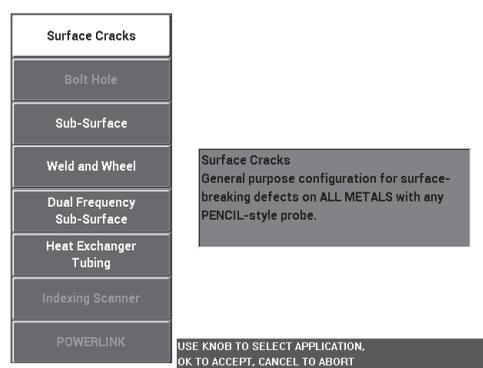

Figura 5-2 L'applicazione Cricche superficiali
2. Per aprire il menu di selezione dell'applicazione, premere una volta il tasto di menu ADV SETUP (), ed in seguito il tasto di funzione A (**SELEZ. APP.**). Selezionare **Cricche superficiali** con la manopola (SmartKnob) ed in seguito premere ✓ per confermare (vedere Figura 5-2 a pagina 135).